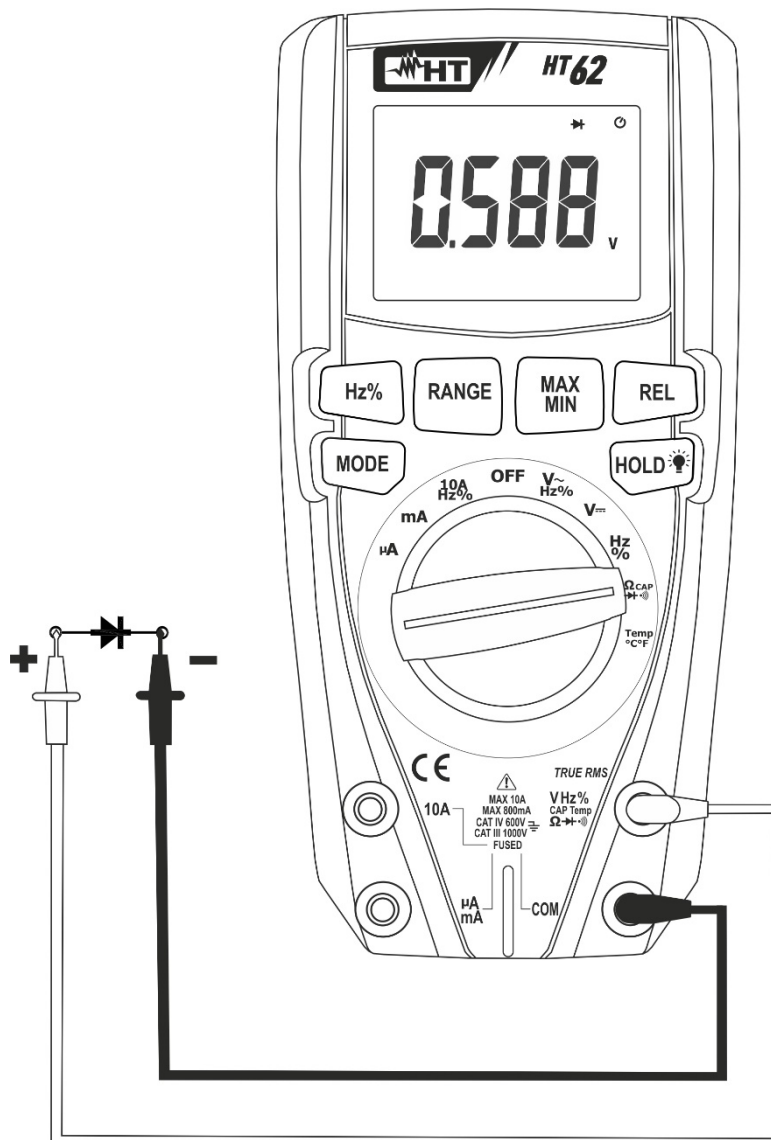

Abb. 6: Verwendung des Gerätes für die Diodenprüfung
4. Verbinden Sie die Messleitungen mit den jeweiligen Enden der zu messenden Diode (siehe Fig. 6) und achten Sie dabei auf die angegebene Polarität. Der Wert der direkt polarisierten Grenzwertspannung wird im Display angezeigt.
6. Wenn das Gerät die Meldung "**O.L**" anzeigt, sind die Klemmen der Diode invertiert mit Bezug auf die Angabe in Fig. 6, oder die P-N Verbindung der Diode ist beschädigt.